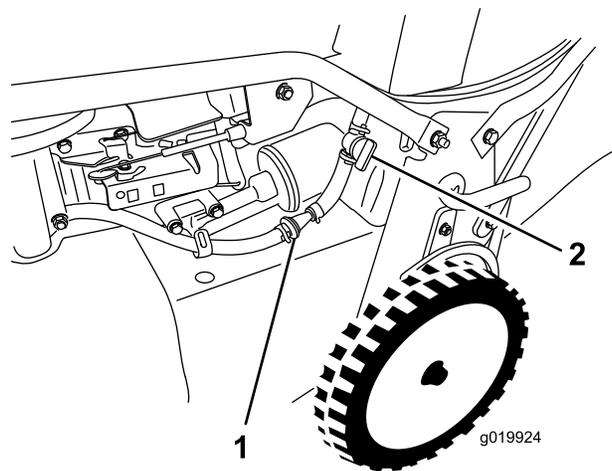

Figura 33
3. Feche a válvula de bloqueio do combustível (Figura 33).
4. Retire o filtro de combustível (Figura 33) do tubo de combustível desapertando as braçadeiras de tubos que rodeiam o filtro.